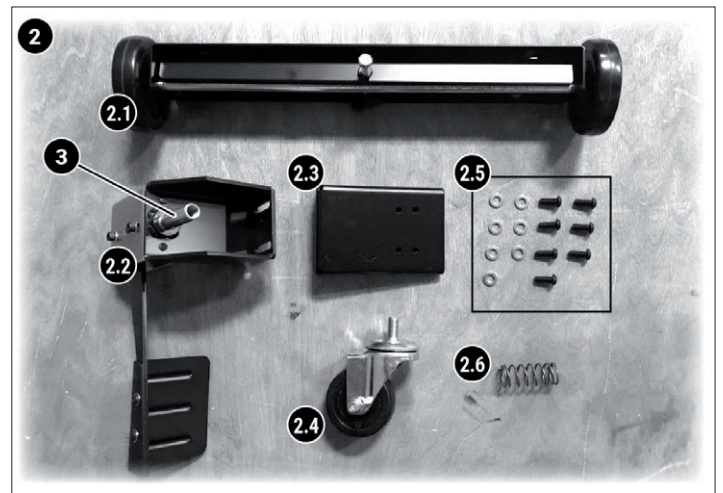

Abb. 32
Abb. 32: Auspacken (1) Kisteninhalt. (2) Ausgepackter Kisteninhalt. (2.1) Stationärräder. (2.2) Fußhebel. (2.3) Stützplatte. (2.4) Drehrad. (2.5) Schrauben und Unterlegscheiben. (2.6) Fußhebelfeder. (3) Drehachse.